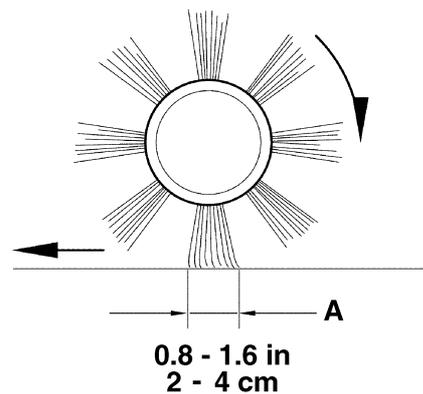

Abbildung 3
- Überprüfen, ob die Hauptkehrwalzenspur (A, Abb. 3) in ihrer gesamten Länge 2 bis 4 cm breit ist.
*Ist es nicht möglich, die Spur (A, Abb. 3) korrekt einzustellen, weil der Druckunterschied zwischen den beiden Enden der Hauptkehrwalze zu groß ist, siehe Service-Anleitung für die entsprechenden Einstellschritte.*